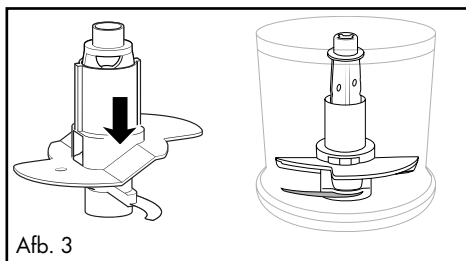

Afb. 1
- 1) Plaats de kom ⑦ op de voet ⑩.
- 2) Schuif het garde-opzetstuk ⑪ op de meshouder ⑥:
- Voor 100 ml slagroom steekt u deze zodanig op de meshouder ⑥, dat het garde-opzetstuk ⑪ op beide messen ⑧ rust en vastklikt (afb. 1):